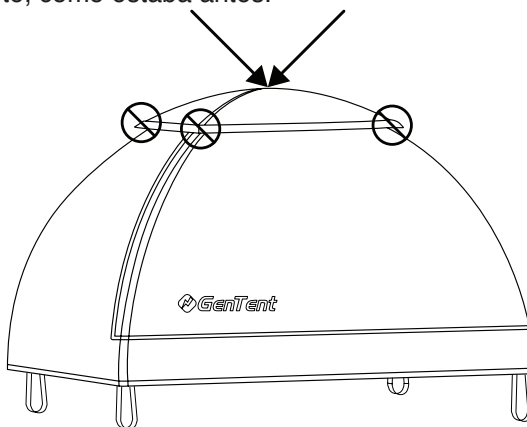

Fig. 4.5
- Tome la GenTent agarrando el centro de la tapa superior del dosel (Fig. 4.5) y levántela hacia arriba, **NO LEVANTE POR LAS ESQUINAS DE LA TAPA SUPERIOR**. La tensión en la correa del GenTent completamente ensamblado asegurará que mantenga su forma.